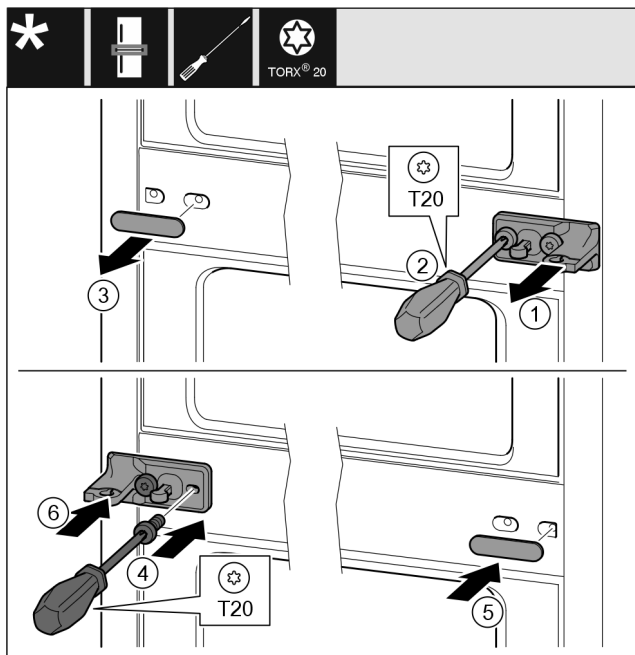

Fig. 21
- ▶ Stiahnite podložku. Fig. 21 (1)
- ▶ Skrutkovačom T20 vyskrutkujte skrutky. Fig. 21 (2)
- ▶ Opatrne stiahnite kryt. Fig. 21 (3)
- ▶ Ložiskovú konzolu s fóliou priskrutkujte otočenú o 180° na druhú stranu. Fig. 21 (4)
- ▶ Kryt pripevnite otočený o 180° na druhú stranu. Fig. 21 (5)
- ▶ Podložku nasuňte spredu. Fig. 21 (6)